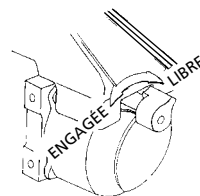

Figure 13
Soulevez la manette d'embrayage en position "Libre" de la manière indiquée à la Figure 13. S'il y a une charge sur le câble, il est possible qu'il soit difficile de déplacer la manette d'embrayage. **NE FORCEZ PAS LA MANETTE D'EMBRAYAGE.** Relâchez la tension du câble en le remuant un peu pour sortir un peu de câble. Désembrayez l'embrayage, déroulez le câble en tirant et attachez-le à l'ancre ou à la charge. Vérifiez qu'il reste un minimum de cinq (5) tours de câble sur le tambour. Engagez à nouveau le tambour en remettant la manette d'embrayage en position "engagée" (Fig. 13).